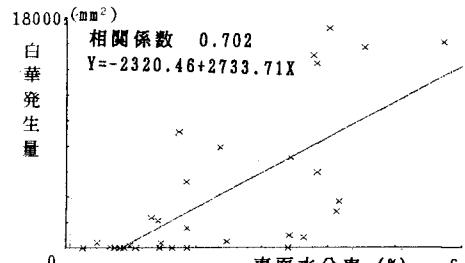

Fig.5 表面水分率と白華発生面積の関係
3.2考察 ここで、白華の生成は、その原因となる物質の水酸化カルシウムがコンクリート内部からコンクリート表面に移動し、外気の二酸化炭素と反応して起こると仮定する。表面からの水分の蒸発や物質の移動を出来るだけ少なくするようにコンクリートの表面を緻密にすることが重要であり養生条件や水セメント比小さくして養生中と養生後の水の移動を出来るだけ抑制することが重要であると考えられる。水の移動の傾向を観察するために各供試体の表面水分率と白華発生面積の関係を見るとFig.5に示した様に正の相関が認められた。